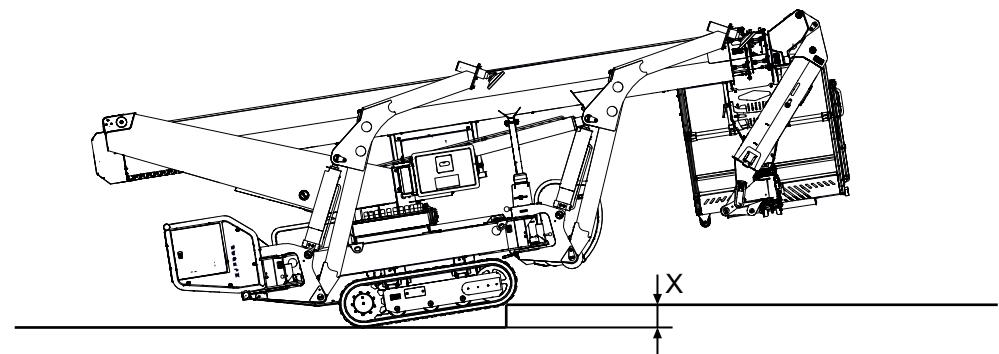

Abb. 106
3. Sicherstellen, dass die zu befahrende Kantenhöhe (Abb.106/X) 100 mm nicht überschreitet.
- Maximale Schrägstellung der Maschine beachten (Abb.106).